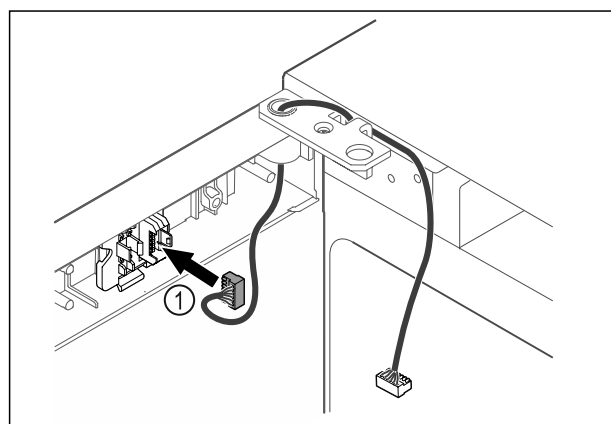

Fig. 64
- Enchufar el conector Fig. 64 (1) en su soporte.